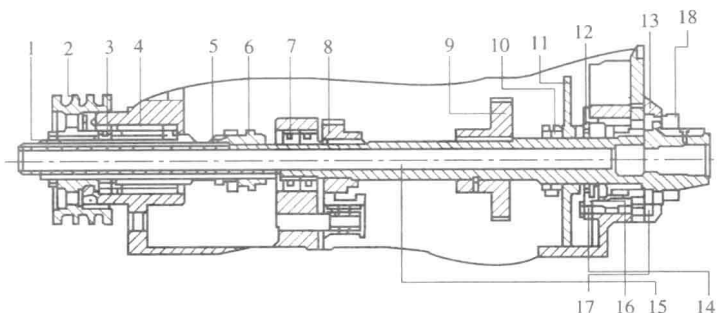

图 1.4 主轴装配图
1. 主轴的拆卸(见图 1.4)
五、主轴装配(见图 1.4)